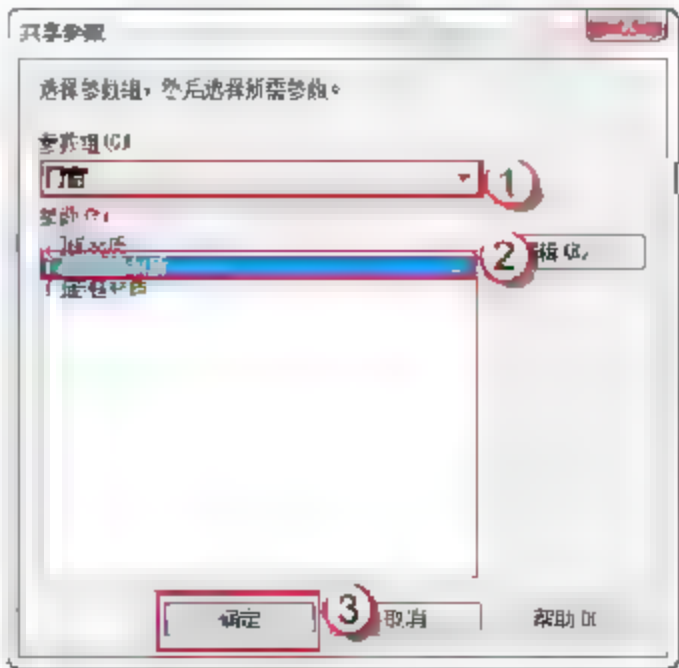

图 7.1.18 编辑 C2925 窗户玻璃材质
(16) 添加 C2925 窗户玻璃材质。选择 C2925 窗户玻璃，在 C2925 窗户玻璃的“属性”面板中，单击“材质和装饰”栏“材质”右侧的空白按钮，弹出“关联族参数”对话框，单击“添加参数 (D)”按钮，弹出“参数属性”对话框。选择“共享参数”单选按钮，单击“确定”按钮，弹出“共享参数”对话框，在“参数组 (G)”中选择“门窗”选项，在“参数 (P)”中选择“门窗玻璃材质”选项，单击“确定”按钮，如图 7.1.18 所示。